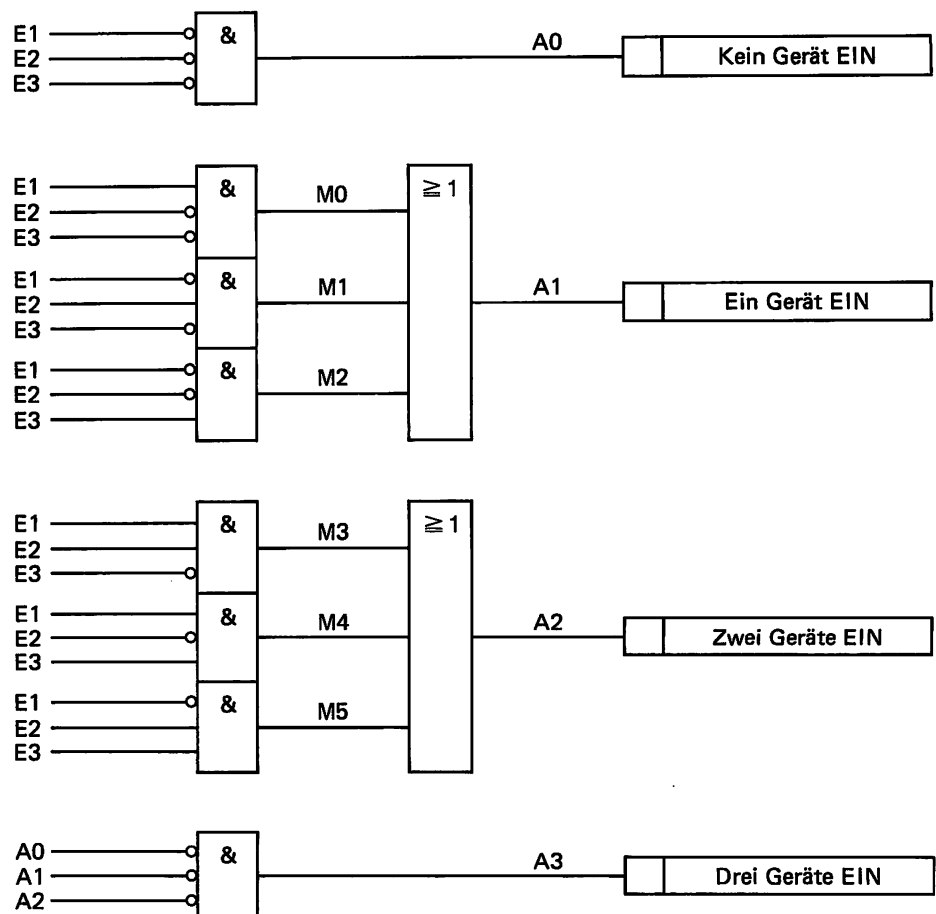
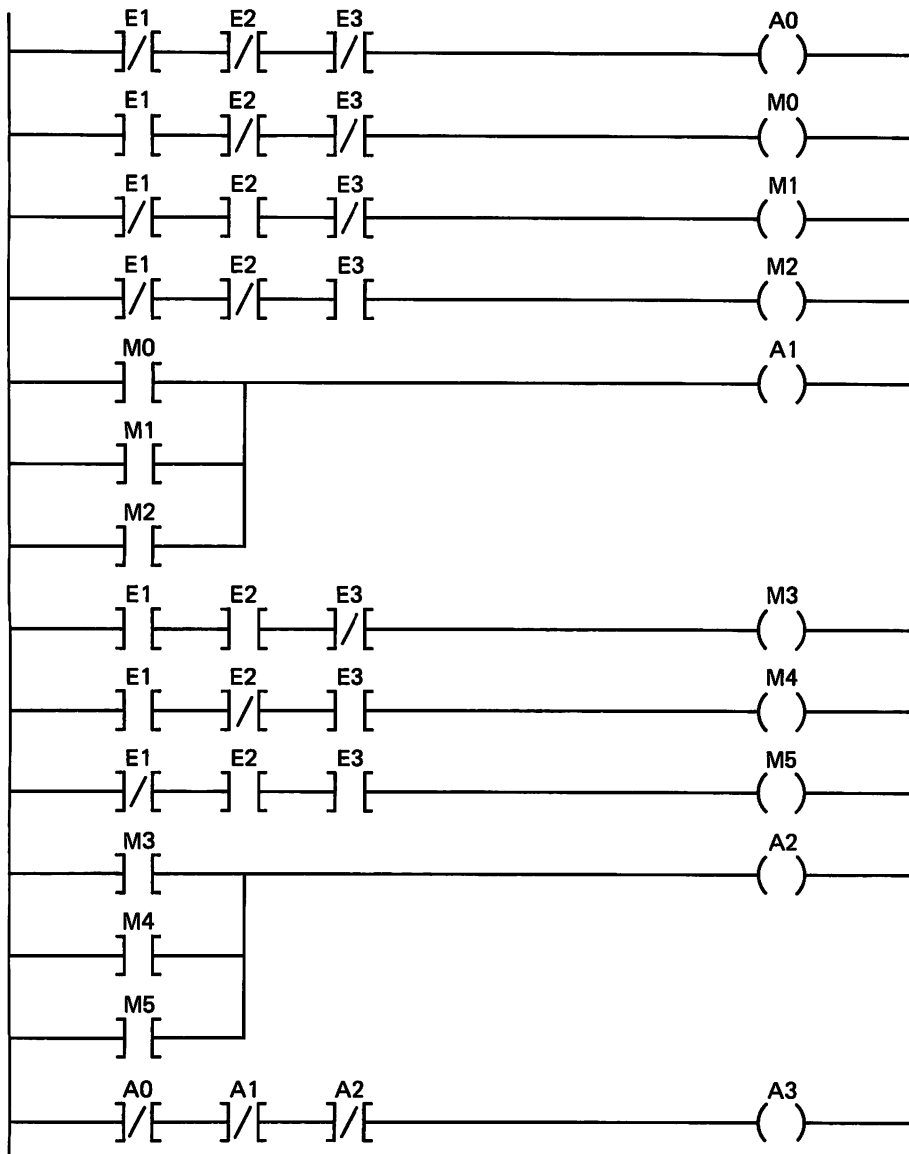

Bild E 32.1
Bild E 33.1
- d) Nach dem vorangegangenen Programm haben wir den Funktionsplan und den Kontaktplan in Bild E 32.1 und in Bild E 33.1 aufgezeichnet.